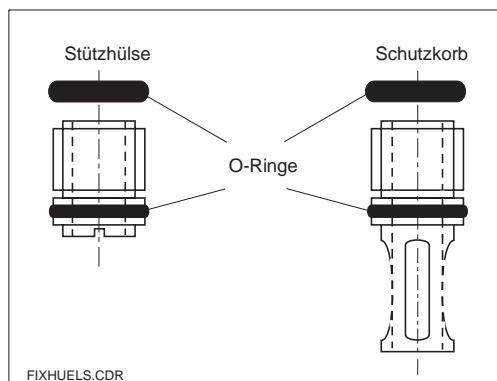

Bild 3.6 Elektrodenstützhülse und -schutzkorb
- Bei stark faserhaltigen Medien: Schrauben Sie den Schutzkorb am unteren Ende der Sondenführung ab und drehen Sie statt dessen die mitgelieferte Elektrodenstützhülse ein (siehe Bild 3.6). Vergewissern Sie sich, dass die O-Ringe eingesetzt sind.